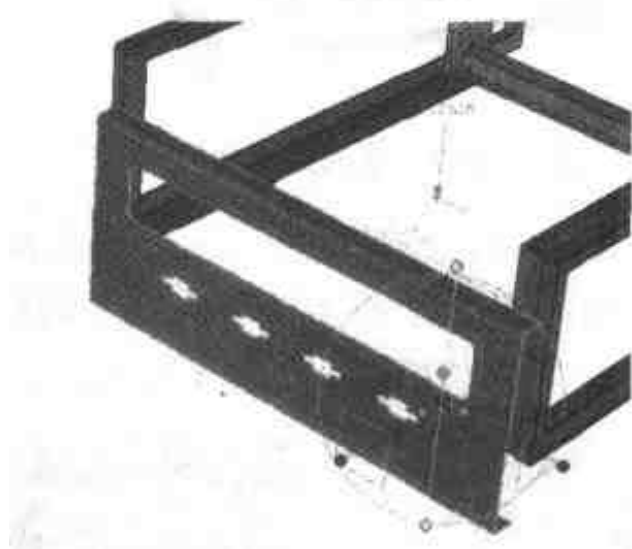

图 4.137 移动后盖板零件
- (1) 选择【文件】|【插入】|【零件/装配】命令, 将书附光盘\score\example\jixie\4\后盖板”零件插入到目前的环境。
- (2) 选择后盖板零件, 用三维球工具将后盖板零件的空间位置调整到如图 4.137 所示的位置。